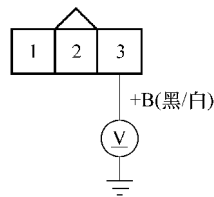

图 4-24 测量点火线圈插头 3 号端子与车身搭铁之间的电压
17) 打开点火开关至 ON (II) 位置。
18) 如图 4-24 所示, 测量故障气缸的点火线圈 3 芯插头 3 号端子与车身搭铁之间是否为蓄电池电压。